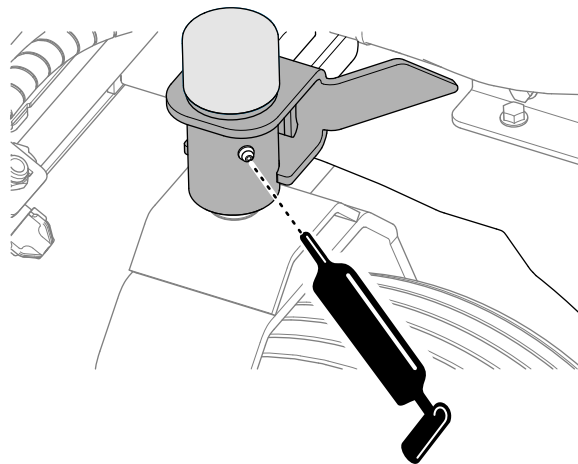

Figura 65
2. Limpie los engrasadores de la rueda giratoria con un trapo (Figura 65).
3. Conecte una pistola de engrasar a los engrasadores (Figura 65).